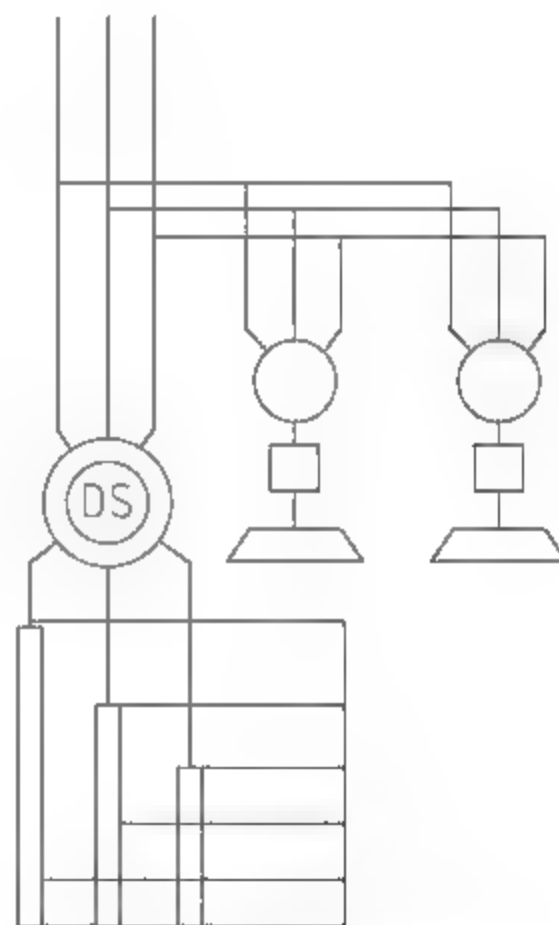

图11-11 绘制连接线
**11** 调用L【直线】命令，绘制线路连接元件，结果如图11-11所示。